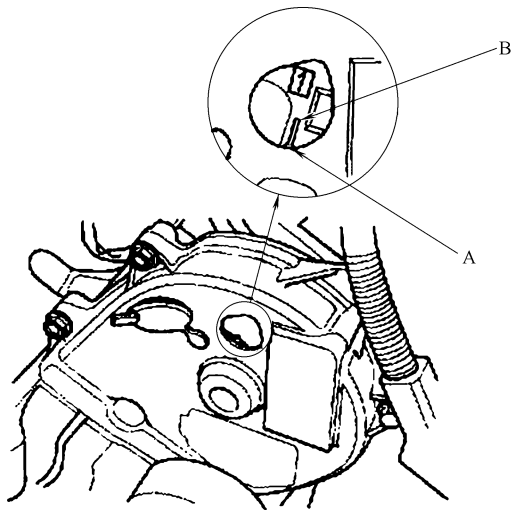

图 23-2 上止点标记 A 与指针 B 对齐
- 3) 检查凸轮轴带轮上的 1 缸上止点标记 A 是否与正时带前罩上的指针 B 对齐 (图 23-2)。